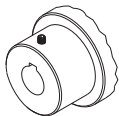
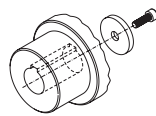
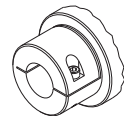
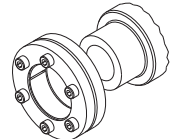

FIG. 9
FIG. 10
FIG. 11
FIG. 14
- Salvo diversa indicazione Il fissaggio del gruppo può essere effettuato radialmente con un grano sulla cava (FIG.9) o assialmente con vite e rondella (FIG.10). Oltre a questi fissaggi, a richiesta, sono disponibili sistemi con calettatori interni (FIG.12-13) o esterni (FIG.14), con bloccaggi a morsetto (FIG.11) in una o due parti.
- Unless otherwise indicated, the coupling can be fixed radially with grub screw on keyway (FIG.9) or axially with a screw and washer (FIG.10). In addition to these fixing system, a locking assembly can also be used (FIG.12-13) or shrink discs (FIG.14), or with clamp locking (FIG.11) in one or two parts.